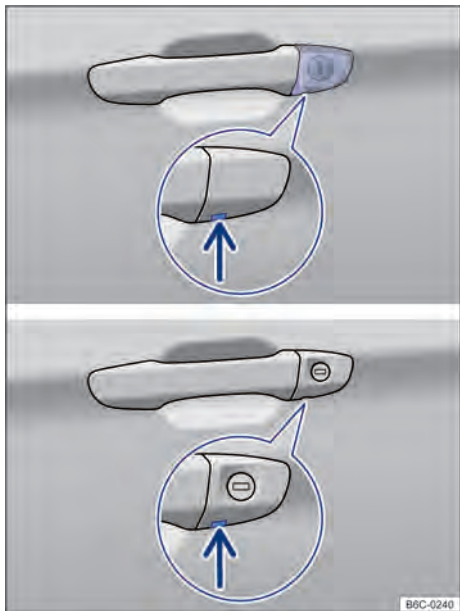

Fig. 53 Manilla de la puerta del conductor: bombín de la cerradura.
- Introducir el paletón de llave por abajo en la apertura de la caperuza → fig. 53 (flecha).